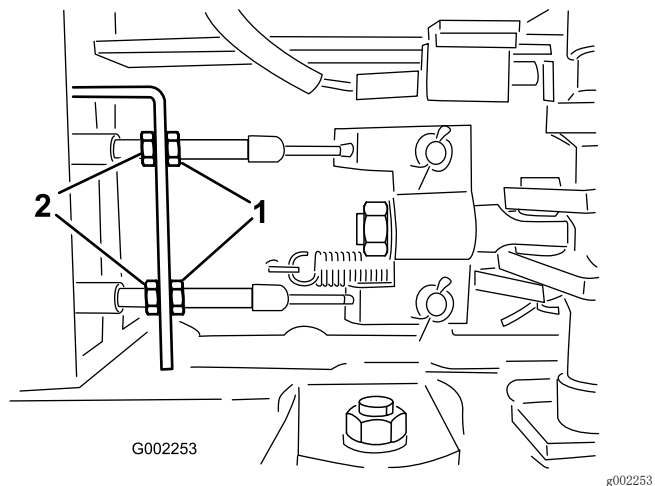

图68
5. 松开打药车前端下面的刹车线上的前螺母（图68）。
6. 均匀地旋紧后螺母、直至刹车踏板移动 1~2cm 时即感觉到阻力（图68）。